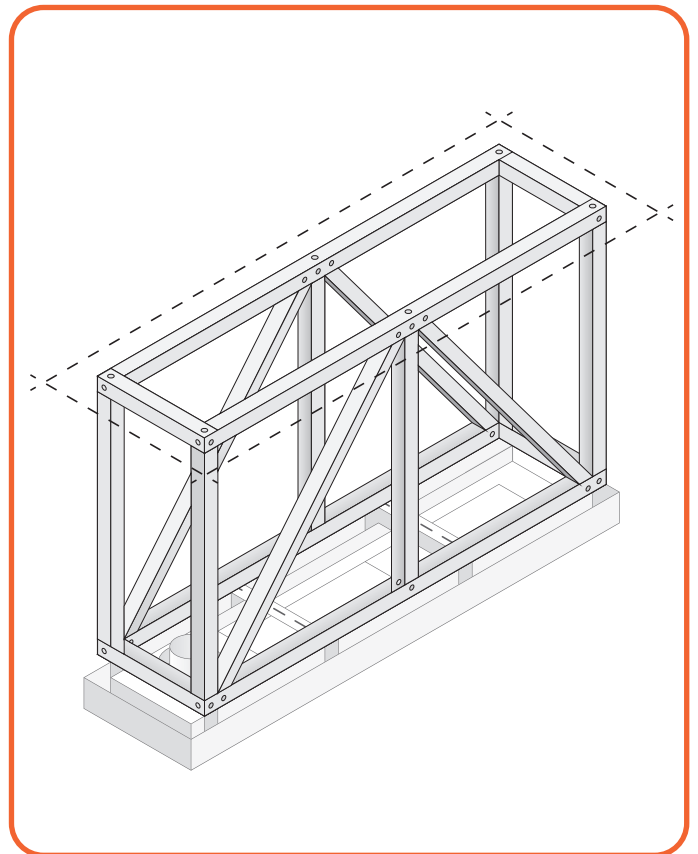

Abb. 6.15 Endresultat des Rahmens auf dem Gerät
- Platzieren Sie die Seitenverstrebrungen dazwischen, damit die Konstruktion fixiert wird. (Abbildung 6.15)